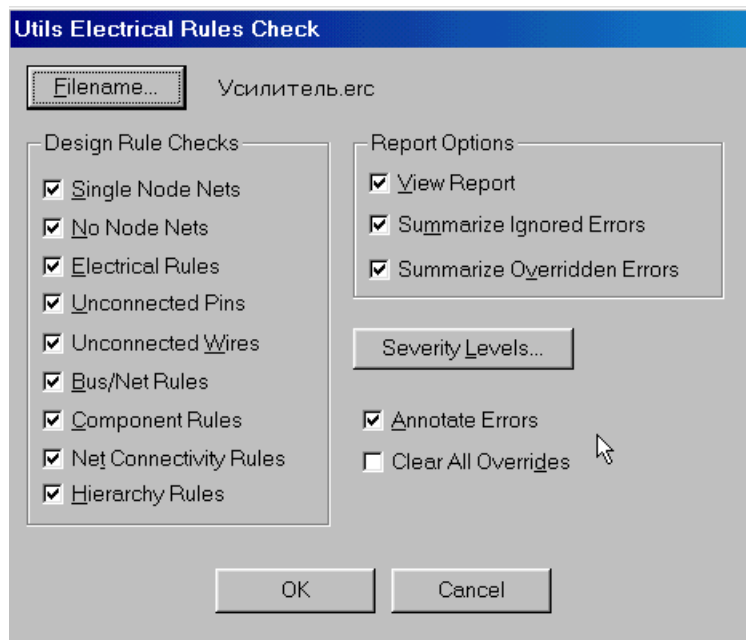

Рис. 6-27. Настройка конфигурации ERC
2) На панели **Utils Electrical Rules Check** (утилиты проверка электрических правил) в рамке *Design Rule Checks* (проверяемые проектные нормы) установите необходимые виды проверок (см. рис. 6-27). Смысл проводимых проверок рассмотрен в табл. 6-2.
6) Установите флажок *Override-Don't Display Again* (отменить – не показывать снова). Изображение ошибки на схеме исчезнет, и при новой проверке она не будет показываться в отчете (если только не установлен флажок *Clear all Overrides* – рис. 6-27).